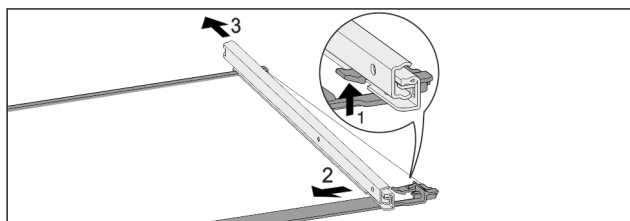

Fig. 52 Płyta szklana z szynami
- ▶ Wcisnąć przedni hak ryglujący do góry. Fig. 52 (1)
- ▶ Wysunąć prowadnicę w bok Fig. 52 (2) i do tyłu Fig. 52 (3).